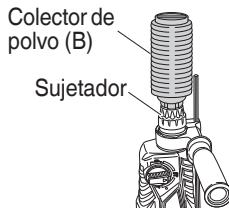

Fig. 5
7. Cuando instale la copa de polvo o el lector de polvo (B) (Accesorios facultativos)(Fig. 4, Fig. 5)
- Instalacion del colector de polvo (B)
Para emplear el colector de polvo (B), Insértelo desde la punta de la broca alineándolo con la ranura de la empuñadura. (Fig. 5)